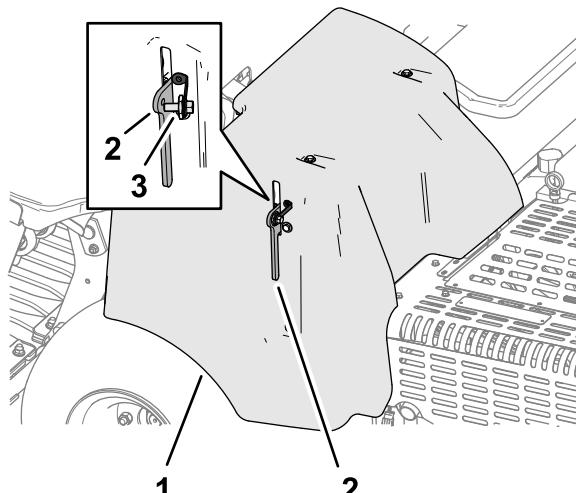

Figura 141
- Si la máquina tiene la trabilla de cierre de la cubierta de la correa CE, afloje el perno de la trabilla hasta que se separe del cierre de la cubierta (Figura 141).